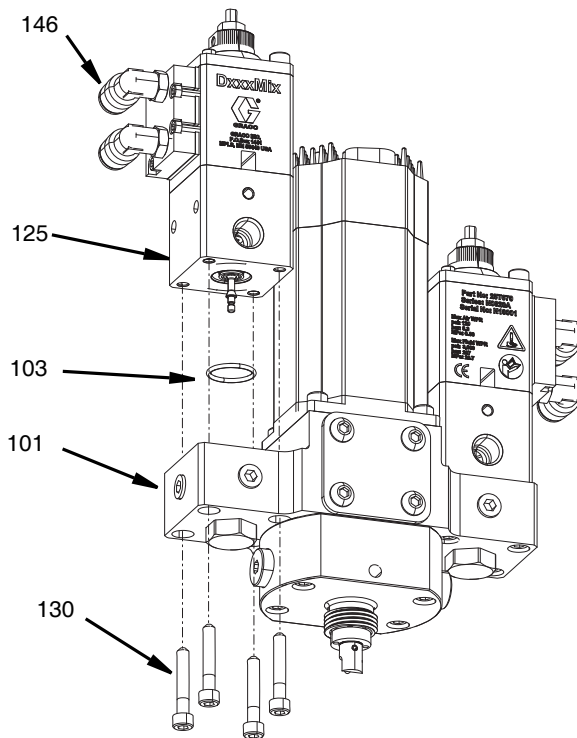

FIG. 28
3. Rimuovere i tubi circolari di nylon da 5/16" (141) dai raccordi a gomito (146).
4. Rimuovere le quattro viti (130) che fissano la valvola (125) alla corpo base (101) utilizzando la chiave a brugola da 4 mm.
5. Rimuovere la guarnizione dell'O-ring (103). Vedere FIG. 28.